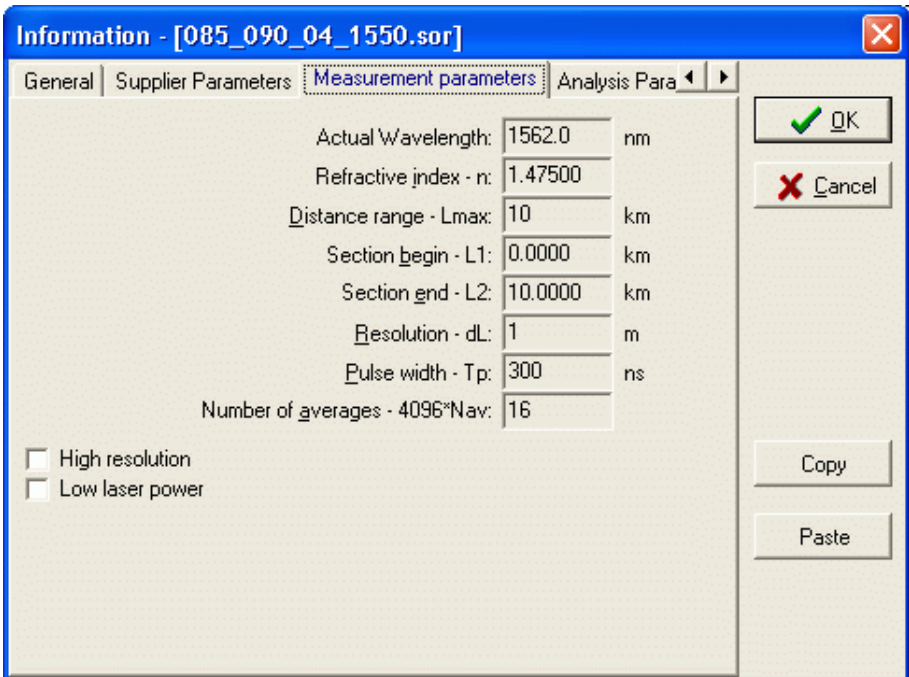

**Figure 4.19**
b./ **Supplier Parameters** tab (Figure 4.19).